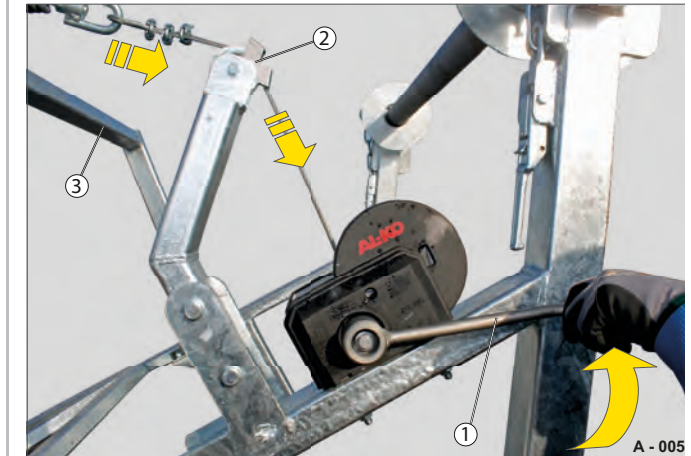

Abb. 24 Bremsrahmen heben
- ▶ Kurbeln Sie die Handkurbel (Abb. 24/1) gegen Uhrzeigersinn.
- Das Seil wird über die Umlenkrolle (Abb. 24/2) geführt und aufgewickelt.
- Der Bremsrahmen (Abb. 24/3) hebt sich und drückt gegen die Trommel.